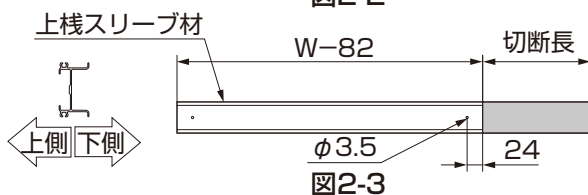

図2-3
- ⑤上栈スリーブ材を切断した側から24mmのところに、φ3.5の下穴をあけてください。（図2-3参照）
- ⑥加工後、再度組立ててください。